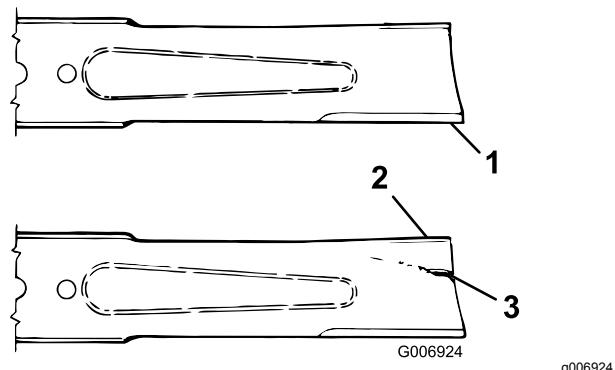

Figure 69
2. Examinez attentivement les tranchants de la lame, particulièrement au point de rencontre de la partie plane et de l'ailette (Figure 69). Le sable et les matières abrasives peuvent éroder le métal à cet endroit, c'est pourquoi il
est important de contrôler l'état de la lame avant d'utiliser la machine. Remplacez la lame si elle est usée (Figure 69) ; voir Dépose de la lame.
Si la lame est trop usée, une entaille se forme entre la partie relevée et la partie plane (Figure 69). La lame peut alors se briser et un morceau être projeté du dessous de la machine, vous blessant gravement ou une personne à proximité.